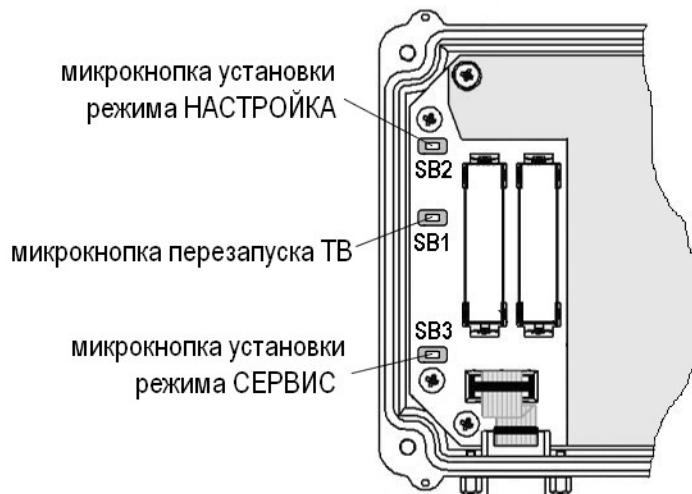

Рис.5. Кнопки управления уровнями доступа ТВ.
1.6.4. Режимы СЕРВИС и НАСТРОЙКА задаются посредством нажатия соответственно на микрокнопки SB3 и SB2, расположенные на плате измерительно-вычислительного модуля (рис.5):
- перевести прибор в режим СЕРВИС, нажав на микрокнопку SB3 (см. рис.5 )
- 3.1.3. После завершения ввода установочных данных перевести ТВ в режим РАБОТА, выполнив кратковременное нажатие на микрокнопку SB3 (см. рис.5 )